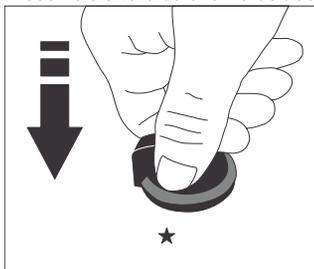

Figura 29
- Pressione o botão, para baixo para acionar o ignitor conforme a Figura 29.